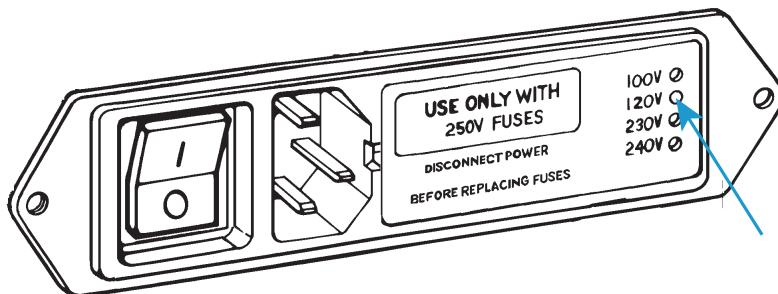

Figura 4. Conector de entrada de energía con configuración del voltaje
2. Inspeccione el conector de entrada de energía y consulte Figura 4 en la página 38. Hay cuatro agujeros en una línea vertical en el lateral derecho del conector, cada uno correspondiente a un voltaje diferente. El voltaje actual se indica mediante un perno
blanco de plástico en uno de los agujeros. El voltaje indicado en la Figura 4 es 120 V.
3. Extraiga el contenedor de fusibles (1) del conector de entrada de energía, exponiendo la tarjeta de selección de voltaje (2) como se muestra a continuación.
4. Extraiga la tarjeta de selección de voltaje (2) mediante los alicates de pico largo, como se muestra a continuación. El perno indicador de voltaje está etiquetado (3).
5. Coloque la tarjeta de selección de voltaje de forma que el perno indicador (3) apunte hacia arriba, como se muestra a continuación. Manteniendo el perno en su posición, gire la tarjeta hasta que aparezca el voltaje adecuado en la parte inferior de la tarjeta.
8. Vuelva a instalar el contenedor de fusibles en el conector. Asegúrese de que el perno indicador indique ahora la tensión de entrada correcta. Consulte la Figura 4 en la página 38 como referencia.